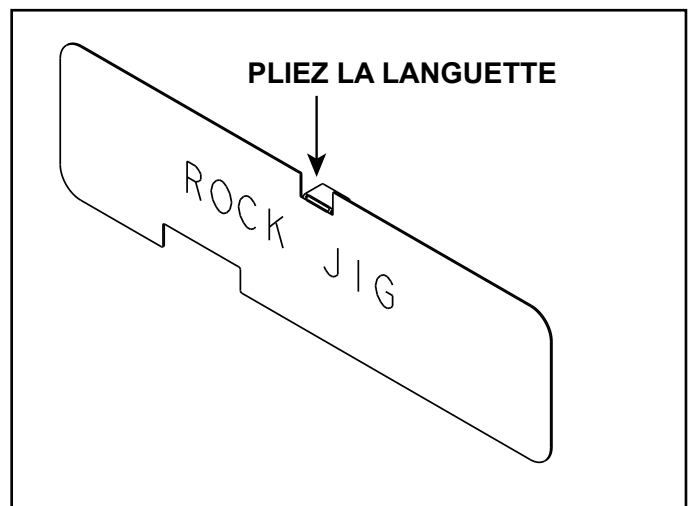

Figure 11.5 Pliez la languette sur le support à pierre
1. Pliez la languette sur le support à pierre vers le bas comme illustré à la figure 11.5.